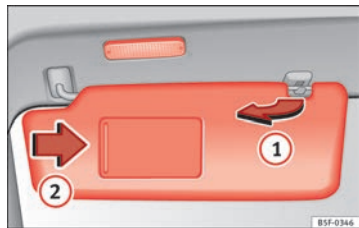

Fig. 69 Parasol.
- El parasol puede extraerse de la fijación y girarse hacia la puerta ⇒ fig. 69 ①.